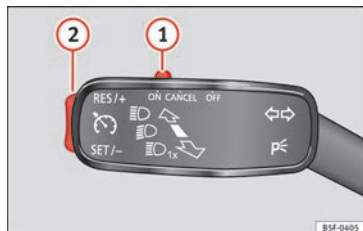

Fig. 41 Palanca de intermitentes y de luz de carretera: conmutador y mandos de manejo del GRA.
- Conectar el GRA: desplace el conmutador »» fig. 41 ① hasta **ON**. El sistema está encendido. El sistema no regula al no haber programado ninguna velocidad.
- Activar el GRA: pulse el botón »» fig. 41 ② en la zona **SET/-**. La velocidad actual se memoriza y regula.
- Desconectar el GRA temporalmente: desplace el conmutador »» fig. 41 ① hasta **CANCEL** o pise el freno. La regulación se desconecta temporalmente.
- Conectar el GRA de nuevo: pulse el botón »» fig. 41 ② en **RES/+**. La velocidad memorizada se guarda y regula otra vez.
- Aumentar velocidad programada durante regulación de GRA: pulse botón ② en **RES/+**.
- Reducir velocidad programada durante regulación de GRA: pulse botón ② en **SET/-** para reducir 1 km/h (1 mph). La velocidad se reduce hasta alcanzar la nueva velocidad memorizada.
- Desconectar el GRA: desplace el conmutador »» fig. 41 ① a **OFF**. Se desconecta el sistema y la velocidad memorizada se borra.